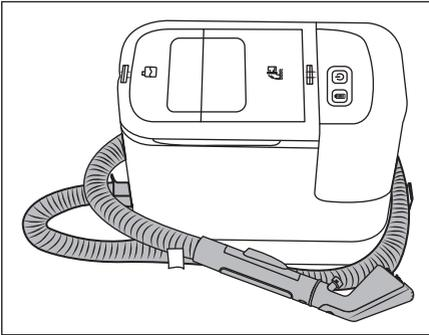

Fig. 10
- ⓘ **Nota:** (1) Se non si utilizza l'apparecchio per lungo tempo, svuotare il contenitore dell'acqua pulita **2** . (2) Conservare l'apparecchio solo dopo averlo pulito. Osservare al riguardo la descrizione contenuta al capitolo **Pulizia e manutenzione**.
- ◆ Estrarre il reggitubo 15 dall'apparecchio. Avvolgere il flessibile di spruzzo/aspirazione 19 intorno all'apparecchio utilizzando i reggitubo 15/ 16 (vedere fig. 10).